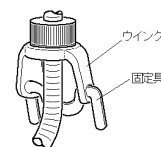

図2. 固定具(装着状態)
5. 製造時のウイング固定を目的とした、固定具(図2. 参照)が装着されている。